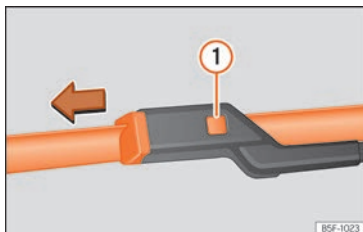

Fig. 80 Cambio de las escobillas del parabrisas.
- Mantenga presionada la tecla de desbloqueo » » » **fig. 80** ❶ tirando ligeramente de la escobilla en el sentido de la flecha.